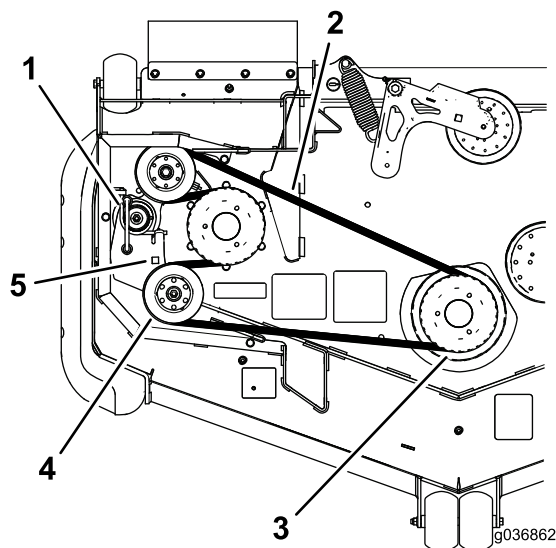

Figura 88
7. Utilice una llave de carraca en el taladro cuadrado del brazo tensor para aliviar la tensión del muelle tensor (Figura 88).
8. Retire la correa de la polea de la carcasa de corte (Figura 88).
9. Retire la correa de las poleas restantes (Figura 88).
11. Utilizando la llave de carraca en el taladro cuadrado, alivie la tensión del muelle y coloque la correa nueva alrededor de la polea tensora (Figura 88).